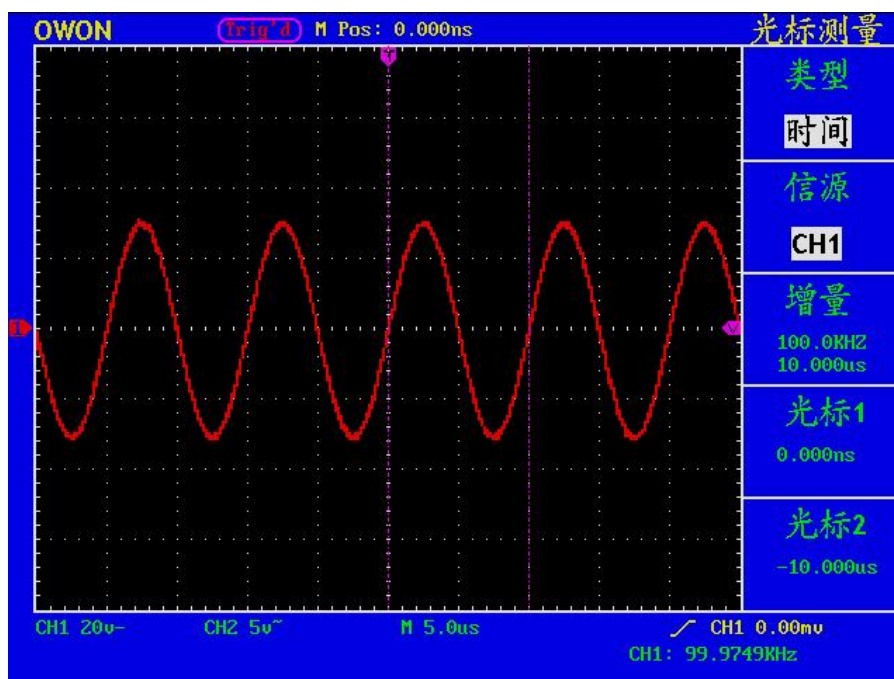

图72：时间光标测量波形
- 4、根据被测波形调整光标1、光标2的位置，增量窗口显示光标1和光标2之间的周期和频率。光标1窗口显示光标1当前的位置，光标2窗口显示光标2当前的位置。见图72：